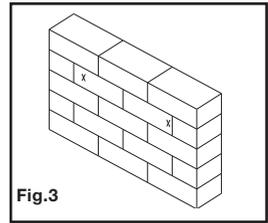

Fig.3
2. Percez deux trous de 10 mm (3/8 po) dans le mur en utilisant le gabarit comme référence. Retirez l'excès de poussière des trous (voir fig. 3).
3. Retirez le gabarit du mur et insérez une cheville à béton (C) dans chacun des trous de manière à ce qu'elles soient à niveau avec la surface du béton. Si nécessaire, vous pouvez frapper doucement avec un marteau pour faire entrer les chevilles